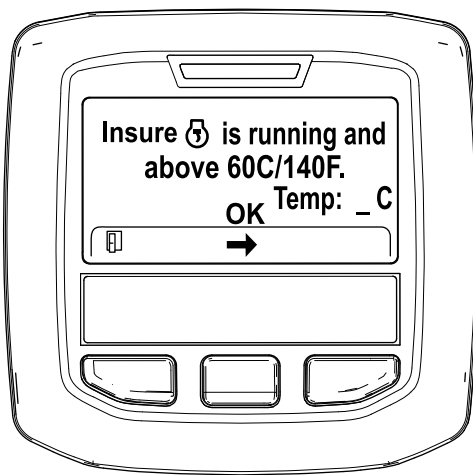

Figura 35
5. Se a temperatura do líquido de refrigeração for inferior a 60°C, surge a mensagem "Insure  is running and above 60°C/140°F" (Confirme que está a trabalhar e acima de 60°C/140°F) (Figura 35).